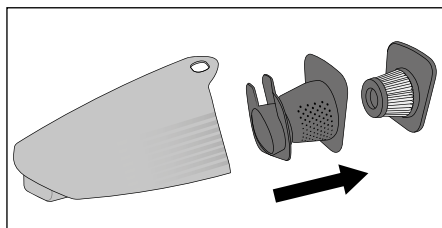

Fig. 3
- 3) Commencez par sortir le filtre HEPA **6** et ensuite le filtre grossier **7** hors du bac à poussière **8** (fig. 3). Tapotez ces deux pièces au-dessus d'une poubelle ou similaire. Si nécessaire, vous pouvez rincer le filtre HEPA **6** à l'eau claire. Ensuite, laissez-le sécher entièrement à l'air.